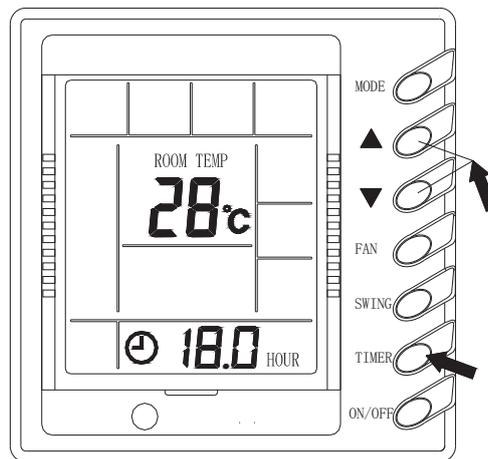

Рис.3
**Примечание:** на рисунке 2 показан проводной пульт в выключенном состоянии с подачей на него питания. При подаче питания на пульте будет отображаться температура окружающей среды, как при включенном состоянии, так и при выключенном. Отсутствие разделительной сетки дисплея пульта означает, что кондиционер выключен (Например как на Рис. 3 расположен ниже).